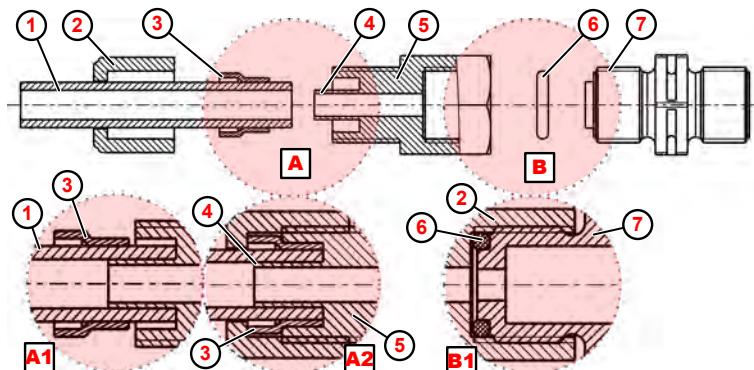

Abb. 7: Rohr- und Schlauchanschluss mit integrierter Stützhülse
- 1.** O-Ring (Abb. 7 , ⑥) in Nut von Saug-, bzw. Druckventil ⑦ legen.
- 2.** Aufschraubverschraubung ⑤ festziehen (Detail B1).
- 3.** Schlauch ① gerade abschneiden.
- 4.** Überwurfmutter ② über Schlauch ① schieben.
- 5.** Klemmring ③ über Schlauch ① schieben.
- 6.** Schlauch ① bis zum Anschlag auf Stützhülse ④ schieben (Detail: A1).
- 7.** Aufschraubverschraubung ⑤ festziehen (Detail A2).